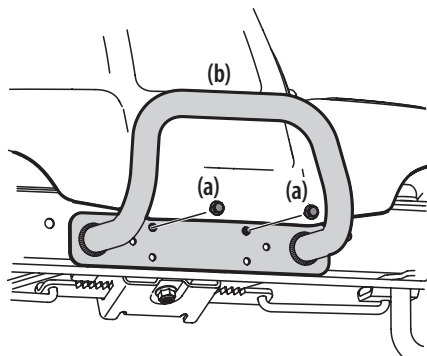

Figura 15
1. Extraiga los dos tornillos (a) como se indica en la Figura 15.
2. Ubique el paragolpes (b) sobre los orificios de montaje y sujete con los tornillos (a) que extrajo en el Paso 1. Consulte la Figura 15.